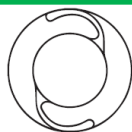

Fig. 4. Présentation correcte des haptiques-optiques lorsque l'implant est positionné dans le sac capsulaire (vue chirurgicale)
2. Une attention particulière doit être portée lors de l'insertion de la lentille intraoculaire dans l'œil afin de s'assurer que l'implant est placé dans le sac capsulaire dans le sens conventionnel, surface antérieure de l'optique vers l'avant (comme indiqué à la Fig. 4). Les études in vivo chez le lapin ont mis en évidence que son positionnement en sens inverse (sens non conventionnel) pourrait augmenter le taux de complications telles que le syndrome de distension du sac capsulaire et la PCO. Lire et suivre toutes les « INSTRUCTIONS D'UTILISATION » avant emploi. Si la lentille intraoculaire était implantée à l'envers, le chirurgien peut envisager d'autres options chirurgicales telles que le repositionnement de l'implant dans le bon sens avec les précautions nécessaires, l'explantation/la réimplantation ou une capsulotomie postérieure.